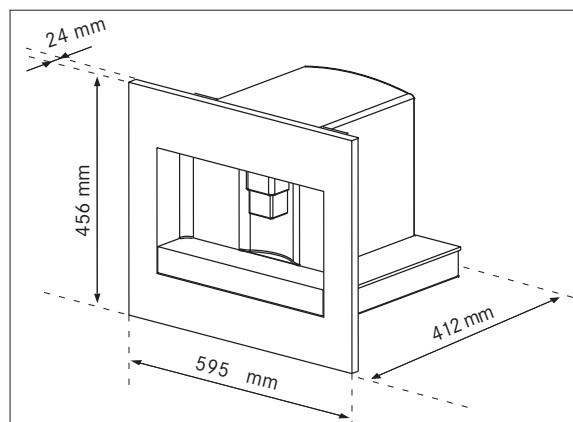

Fig. 1
- Compruebe las dimensiones mínimas necesarias para la instalación adecuada del aparato (Fig. 1, 2 y 3).